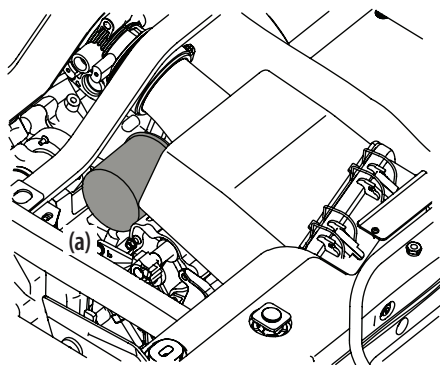

Figure 5-22
3. Retirez le filtre à huile (a). Voir Figure 5-22.